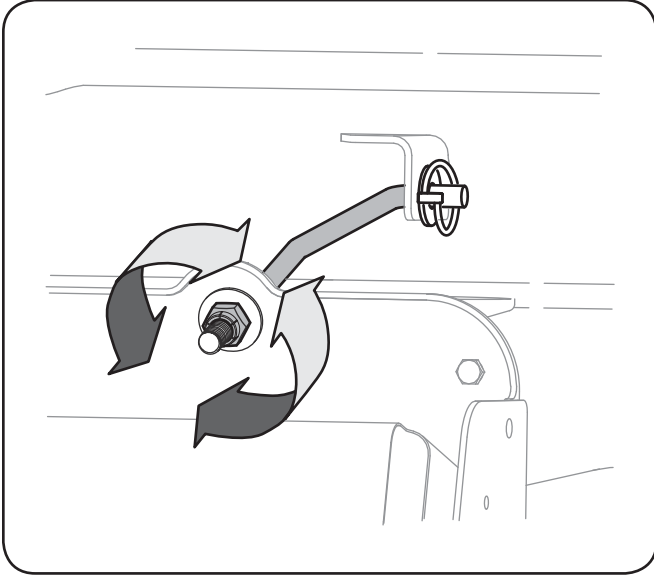

Figure 6-4
1. Desserrez le contre-écrou à six pans qui se trouve sur la tige de suspension du plateau de coupe et éloignez-la de l'écrou à six pans interne. Voir la Figure 6-4.
3. Desserrez l'écrou à six pans pour abaisser l'avant du plateau de coupe. Voir la Figure 6-4.